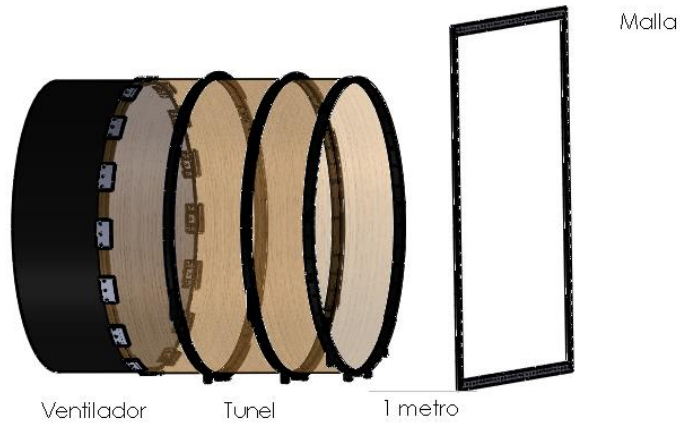

Figura 1: Arreglo experimental
1. Colocar la malla de madera a una distancia de 1 metro del ventilador (Figura 1).